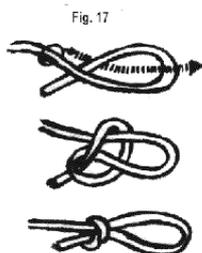

Fig. 17
- Vulgar Forma-se um cote e faz-se o seio passar através dele (Fig.17).